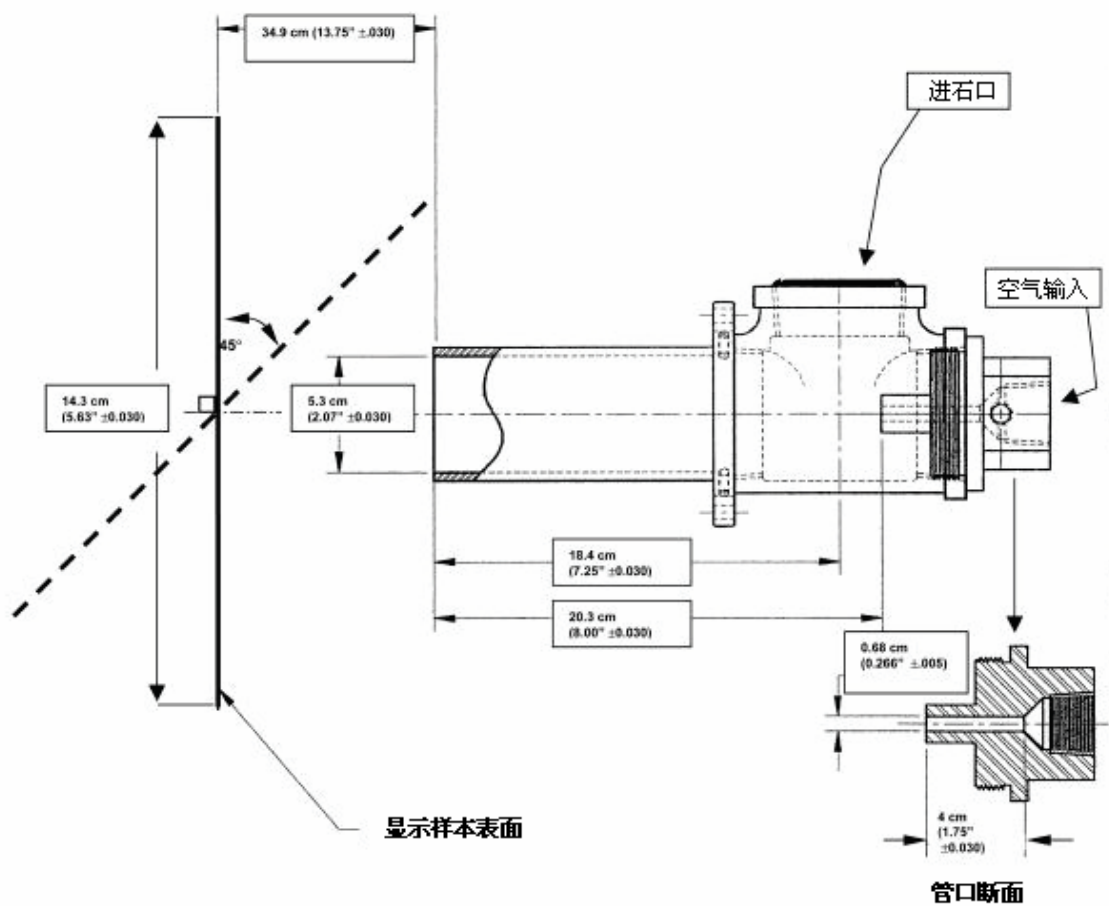

图 1——测试设备
4.1 碎石冲击试验机——一个砾石投掷测试设备,该设备根据图 1 中的设计要求进行构建。